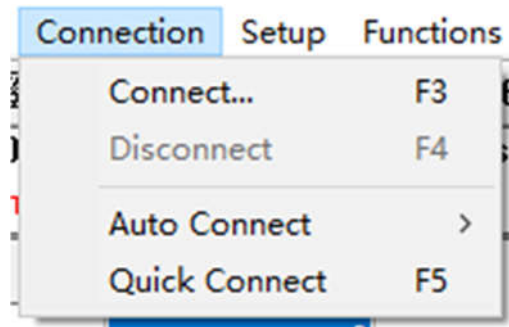

图 2-Connection Setup
1、点击 Connection 菜单，选择 Connection Setup 选项，如图 2 所示：